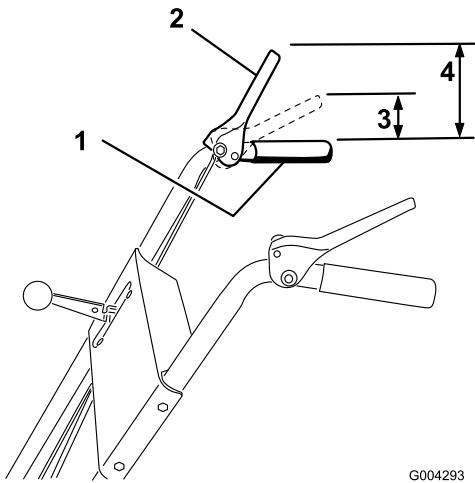

Figura 9
- Controllate la distanza tra l'estremità superiore dell'impugnatura e quella inferiore della leva di trasmissione della coclea/ventola (Figura 9).
Nota: La forza necessaria per compiere tale movimento aumenta considerevolmente una volta eliminato l'imbando della cinghia di trazione della coclea/ventola (circa mezza corsa del movimento della leva). La regolazione è corretta quando la forza inizia ad aumentare e la distanza tra l'estremità superiore dell'impugnatura e quella inferiore della leva di comando della coclea/ventola è nell'arco da 2,5 a 5 cm (Figura 9).